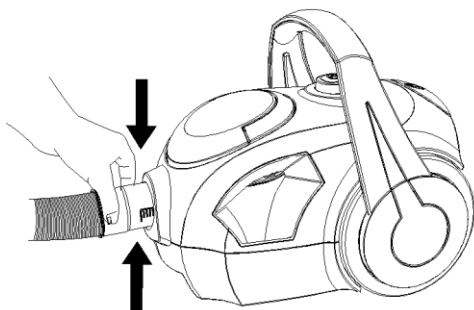

Fig. 1
- Pour retirer le tuyau de l'aspirateur, presser à la fois les deux touches qui se trouvent à la jonction du tuyau et tirer vers l'extérieur (Fig. 1).